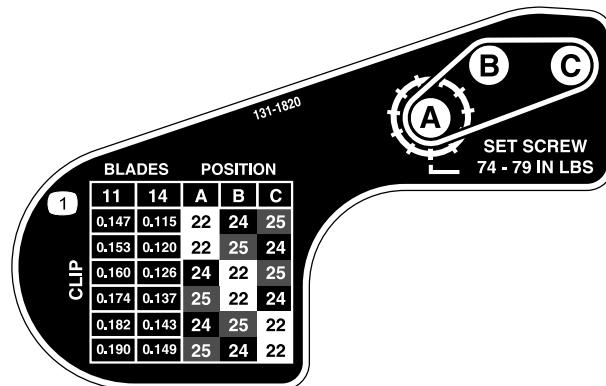

図 22
6. 図 22 のデカルにある表を参考にして希望するクリップを決定し、そのクリップにセットするためにはどのプーリーを移動させる必要があるかを調べる。
9. 各プーリーを、それぞれの新しい位置に取り付ける図 22。